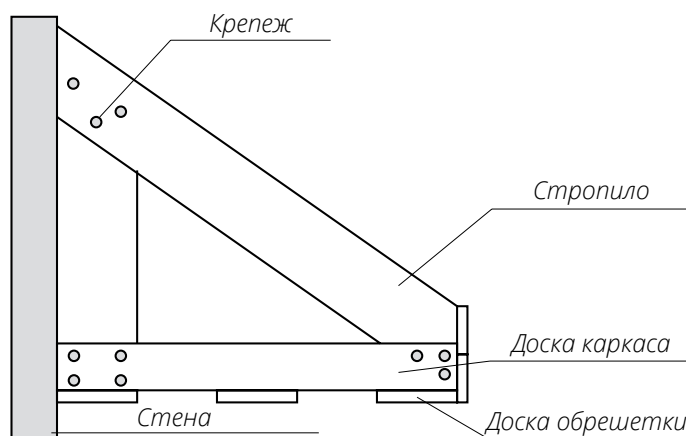

Рис. 4
■ Со стороны стены и лобовой доски прибейте 2 доски для крепления к ним доборных элементов и планок софита. Если длина свеса более 80 см, используйте 3 точки крепления для софита (рис. 4). Доски должны быть достаточной ширины, чтобы закрепить в них доборные элементы и софиты, например, 100 мм.